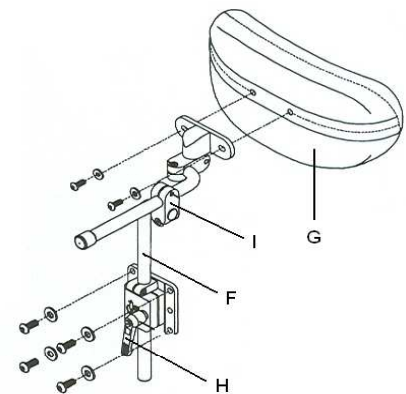

Figure 2
Fixez le dispositif de fixation de l'appui tête (F) au dossier (A) à l'aide des vis, rondelles et écrous fournis. Fixez ensuite le dispositif de fixation de l'appui-tête (F) à l'appui tête (G). (Figure 2)
Le réglage vertical se fait en desserrant le levier (H) et en couissant la barre verticale jusqu'à la hauteur souhaitée (Figure 2). Il suffit de desserrer le levier, il n'est pas nécessaire de le retirer entièrement.
Le réglage horizontal se fait en desserrant les vis (I) et en couissant la barre horizontale jusqu'à la hauteur souhaitée (Figure 2). Il suffit de desserrer les vis, il n'est pas nécessaire de les retirer entièrement.